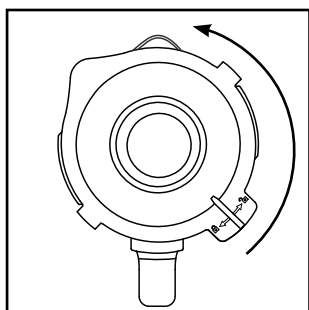

Fig. 1
- 2) Remova a tampa **2**, rodando-a para a esquerda na direcção da posição  (ver fig. 1), até a conseguir puxar para cima.
- 3) Encha o copo misturador ❸ no mínimo até ao traço inferior da escala ❹ e no máximo até à marca MAX. Para resultados ideais, recomendamos as seguintes quantidades máximas de enchimento: